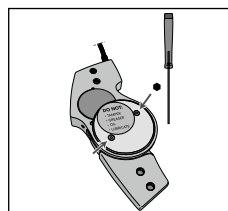

Fig. 4
2. Använd den medföljande insexskruvmejseln för att lossa de två skruvarna på den mediala (rostfria) täckplattan och ta bort den (**se fig. 4**).